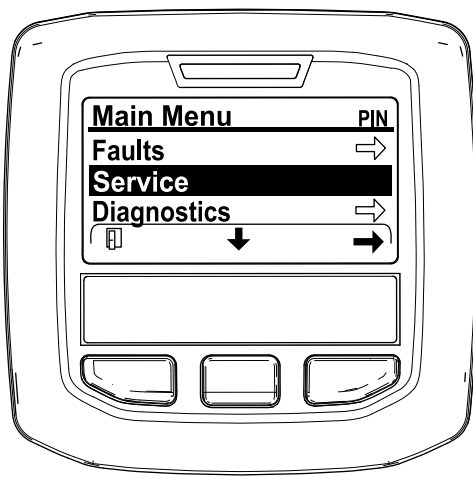

Figura 29
2. Desde el menú PRINCIPAL, pulse el botón central para desplazarse hacia abajo hasta el menú SERVICE (Servicio) y pulse el botón derecho para seleccionar la opción SERVICE (Servicio) (Figura 29).